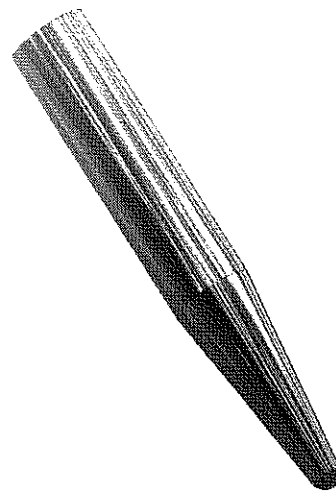

Figura 27
11. Ferramenta de inserção do eixo de acionamento 177227, 1 unidade; consulte a Figura 27.